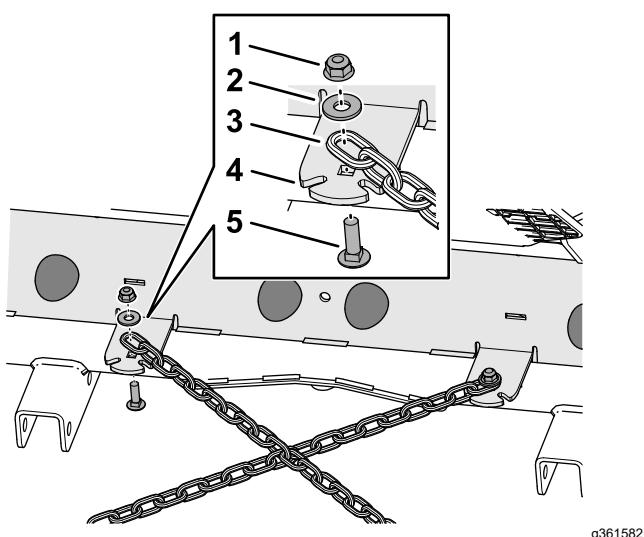

Figura 5
2. Alinee el último eslabón de una de las cadenas cortas de la barra de tracción con el orificio de la pestaña de la placa del bastidor trasero (Figura 5).
3. Monte la cadena en la pestaña de la cadena con un perno de cuello cuadrado (5/16" x 1"), una arandela ($\frac{3}{8}$ " x $\frac{7}{8}$ ") y una contratuercas con arandela prensada (5/16"), como se muestra en la Figura 5.